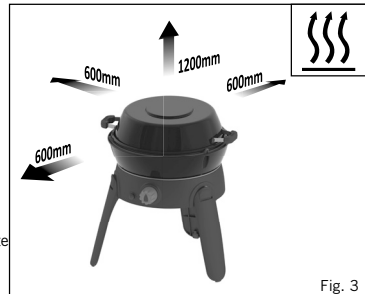

Fig. 3
- Questo apparecchio deve essere tenuto lontano da materiali infiammabili durante l'uso. Le distanze minime di sicurezza sono: Sopra il dispositivo 1,2 m. Dietro e sui lati 600 mm. (v. Fig. 3)